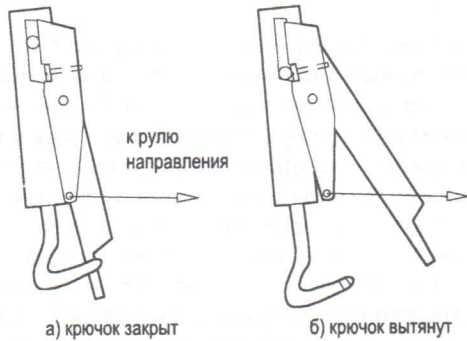

рис. 2. Разворот на старте
«Разворот на старте» – угол, на который отклоняется руль направления при вытягивании крючка (рис. 2).
4. Регулировка времени первой и второй команд таймера. После отладки прямолинейного разгона добавляется «разворот на старте», чтобы модель после старта быстрее разворачивалась по ветру (если модель будет долго стоять против ветра, то она может не успеть за потоком). Для современных конструкций крючков это примерно 0,5-0,75 оборота регулировочного винта (рис. 2). Теперь можно переходить непосредственно к отладке первой и второй команд таймера. Перед запуском устанавливаются все три команды. Их регулировка осуществляется методом последовательных приближений. Сначала регулируется первая команда. Ее диапазон от 0,6 до 0,8 секунды. Лучше начинать с минимального значения, постепенно увеличивая время первой команды. Необходимо добиваться, чтобы после ее отработки модель переходила в горизонтальное положение на минимальной скорости. Затем, при неудовлетворительной траектории,